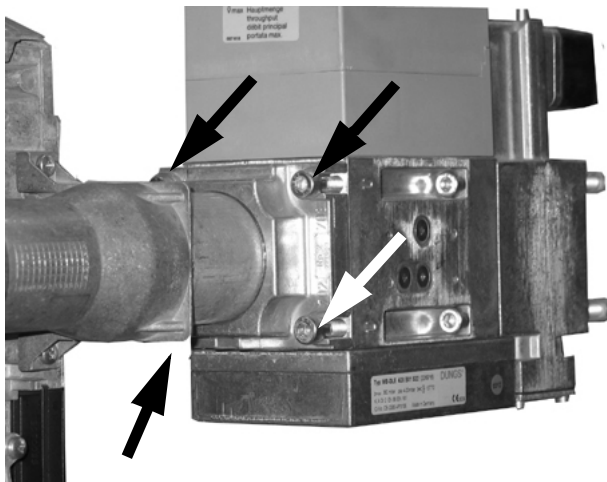

Fig. 38
- 2 Desmonte el Multibloc de la brida, quitando los 4 tornillos Allen (Fig. 38).